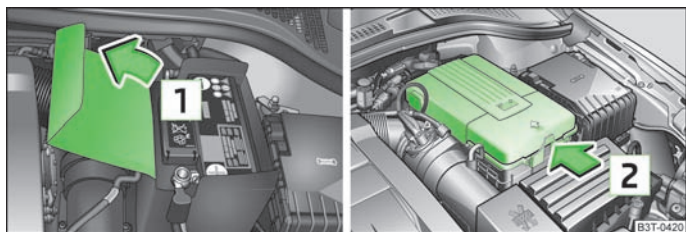

Fig. 165 Compartiment moteur : cache en polyester de la batterie du véhicule/Cache en plastique de la batterie du véhicule
La batterie se trouve dans le compartiment moteur sous un cache en polyester » fig. 165, ou sous un cache en plastique » fig. 165 ou dans le compartiment latéral gauche du coffre à bagages » fig. 102.
- Ouvrez le cache de la batterie dans le sens de la flèche ou poussez le verrouillage sur le côté du cache de la batterie dans le sens de la flèche » fig. 165, relevez le cache et retirez-le.
En cas de travaux sur la batterie, coincez le bord du cache en polyester de la batterie » fig. 165 entre la batterie et la paroi latérale du cache de la batterie.